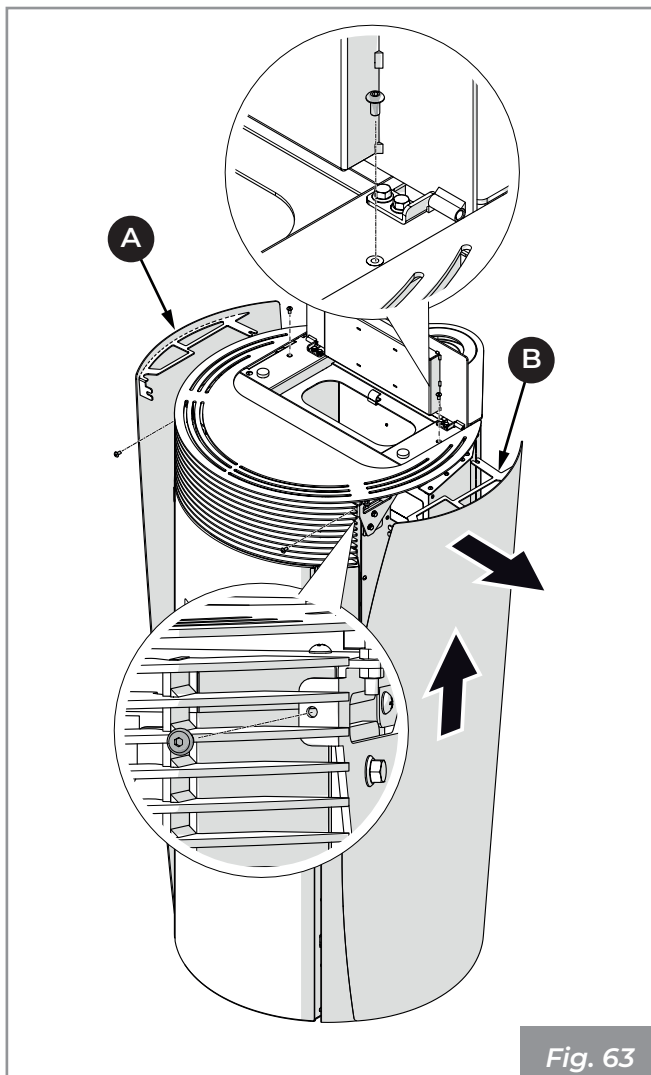

Fig. 63
- Démontez les panneaux latéraux (A) et (B) (Fig. 63).